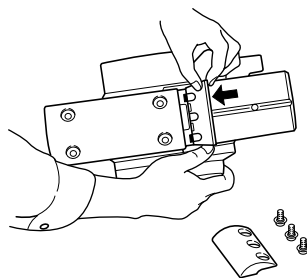

Fig. 7
- (2) Tal como se observa en la Fig.7, deslice el lado posterior de la cuchilla en la dirección indicada por la flecha para desarmar la cuchilla.